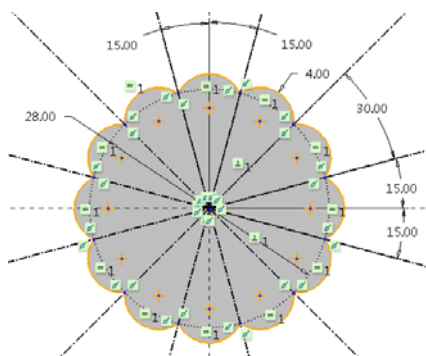

图 4-191 绘制草图截面
- 单击“拉伸”按钮 ，选择 DTM1 基准平面作为草图平面，进入草绘环境中，绘制如图 4-191 所示的草图。